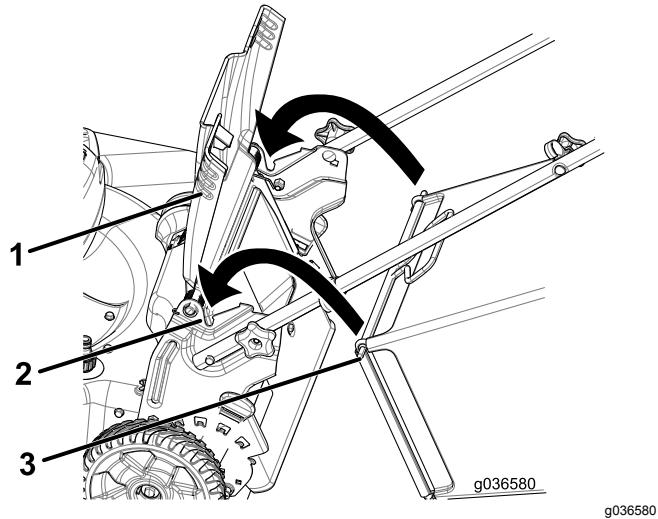

Bild 19
1. Heben Sie das hintere Ablenkblech an und halten Sie es hoch (Bild 19).
2. Setzen Sie den Grasfangkorb ein, stellen Sie sicher, dass die Stifte am Fangkorb in den Kerben am Holm sind (Bild 19).